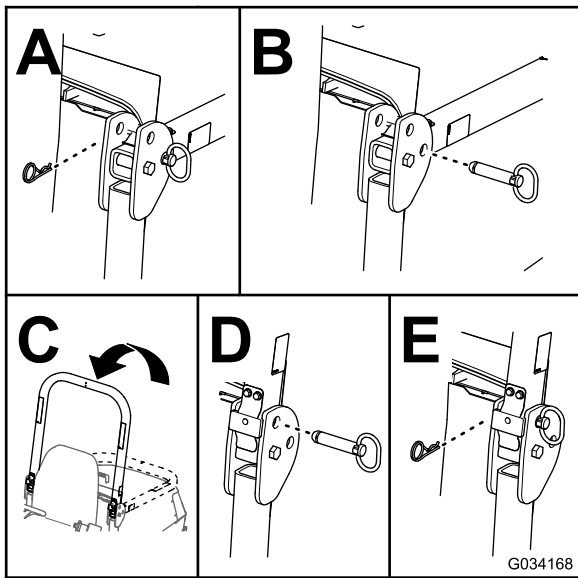

Figura 31
2. Retire las chavetas y los pasadores de la barra antivuelco (Figura 31).
3. Eleve la barra antivuelco y fíjela con los pasadores y las chavetas (Figura 31).